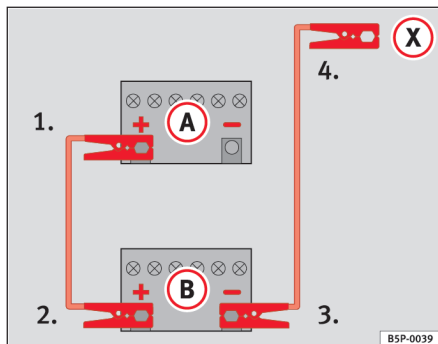

Fig. 163 Schéma de branchement des câbles de démarrage
Sur la ⇒ fig. 163, la batterie déchargée est repérée par la lettre **(A)** et la batterie fournissant le courant par la lettre **(B)**.
1. Raccordez une extrémité du câble de démarrage rouge à la borne positive ⇒ fig. 163 **(+)** du véhicule dont la batterie est déchargée ⇒ ⚠.